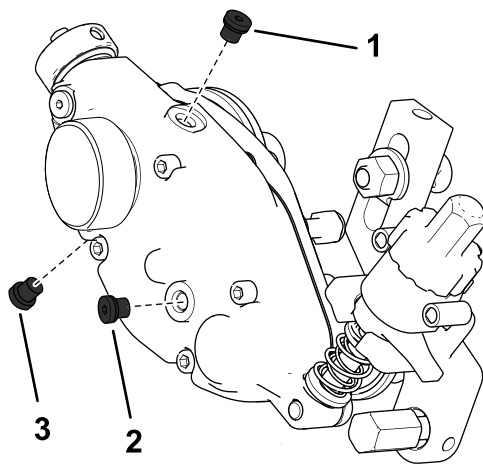

Bild 33
2. Entfernen Sie die Ablassschraube unten am Gehäuse (Bild 33).
3. Entfernen Sie die Füllschraube an der Seite des Gehäuses und lösen Sie die Entlüftungsschraube oben, damit Luft eintreten kann (Bild 33).